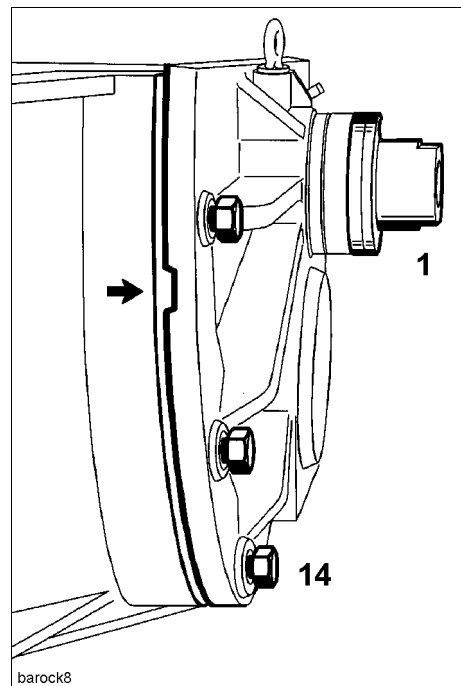

Fig. 1
- Controlar después de cada giro del anillo de corte la distancia entre el anillo de corte 10 y la corredera Rock 5 (Figs. 1+2).